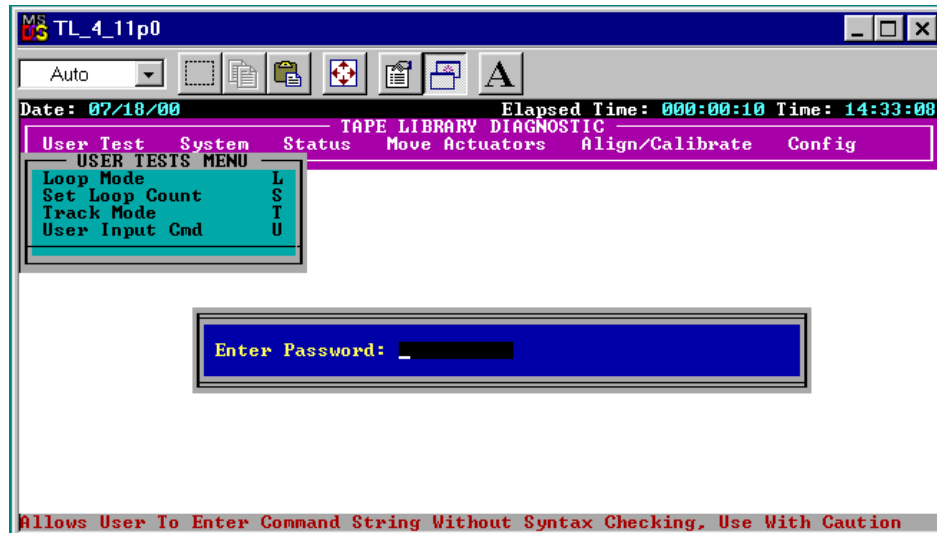

Figura 3-10. Cuadro de diálogo Password (Contraseña)
- Introduzca su contraseña. La contraseña predeterminada, con distinción entre mayúsculas y minúsculas, es kvision (consulte la Figura 3-10).